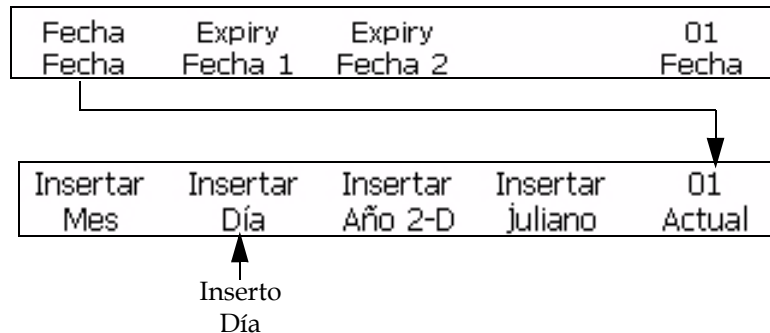

Figura 5-40: Marco <01 Actual>
- 1 Comience en el marco <01 Actual> (01 Edición > 02 Edición - Insertos > 01 Inserto - Fecha > 01 Fecha - Fechas Actuales > 01 Actual). Consulte la Figura 5-40 en la página 5-47.